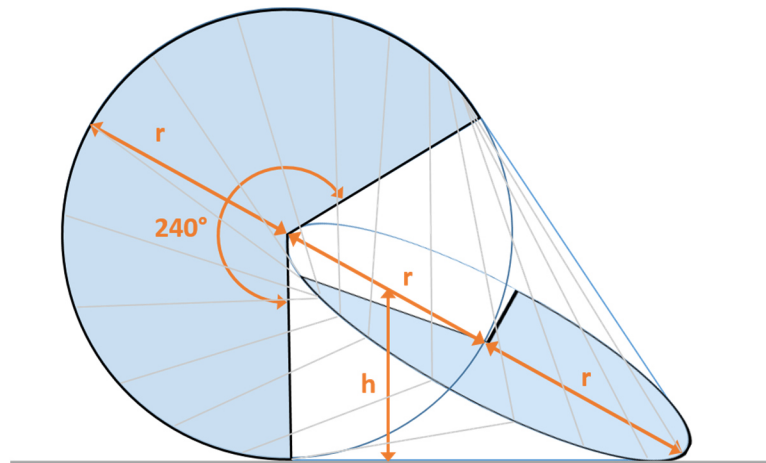

Abb. 3: Mathematische Beschreibung des OLOID.
- Die Oberfläche einer Kugel mit dem Radius  $r$  und die Oberfläche eines Oloid mit demselben Radius  $r$  (dreimal im Oloid, siehe Abb. 3) sind zueinander identisch:  $A = 4\pi r^2$